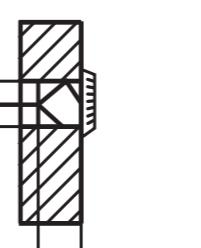

Рис.1
- Установите выносной датчик в монтажное отверстие рис.1